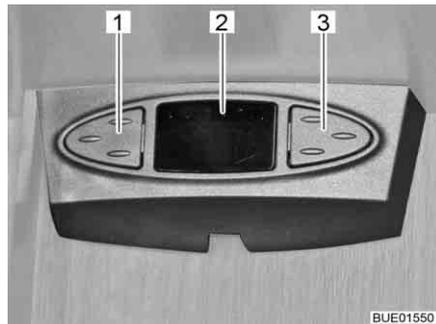

Fig. 40 Sat-Maus
Dependendo do modelo, o sistema de satélite pode estar equipado com um Sat-Maus. A indicação (Fig. 40,2) do Sat-Maus mostra o canal regulado. Com ambas as teclas, podem ser comandadas as funções básicas do sistema de satélite (mudança de emissor, ligar/desligar).
- Escolha o emissor anterior da lista de emissores: Prima a tecla esquerda (Fig. 40,1).
- Escolha o emissor seguinte da lista de emissores: Prima a tecla direita (Fig. 40,3).
- Comutar entre o rádio e a TV: Prima simultaneamente as teclas (Fig. 40,1 e Fig. 40,3) por um breve instante.
- Ligar/desligar o Receiver: Prima simultaneamente as teclas (Fig. 40,1 e Fig. 40,3), mantendo-as premidas.